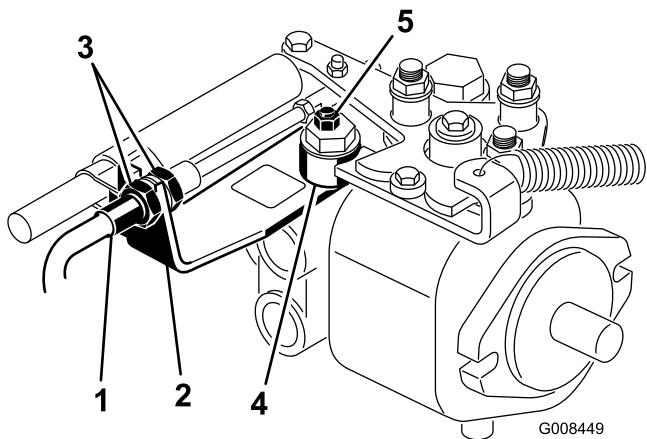

Figura 49
- A. Liberte as porcas que fixam o cabo de tracção ao anteparo do hidróstato (Figura 49). Certifique-se de que as porcas se encontram soltas de forma idêntica, de modo a permitir a operação de ajuste.
- B. Liberte a porca que fixa o disco excêntrico ao cimo do hidróstato (Figura 49).
- D. Rode o disco excêntrico até eliminar a deslocação em qualquer um dos sentidos. Quando a roda deixar de rodar, aperte a porca, bloqueando deste modo o disco excêntrico e fixando a posição de ajuste (Figura 49). Verifique se o ajuste é o adequado colocando o regulador nas posições SLOW e FAST.
- E. Aperte **uniformemente** as porcas que se encontram em cada um dos lados do anteparo, fixando deste modo o cabo de tracção ao anteparo (Figura 49). Não rode o cabo.